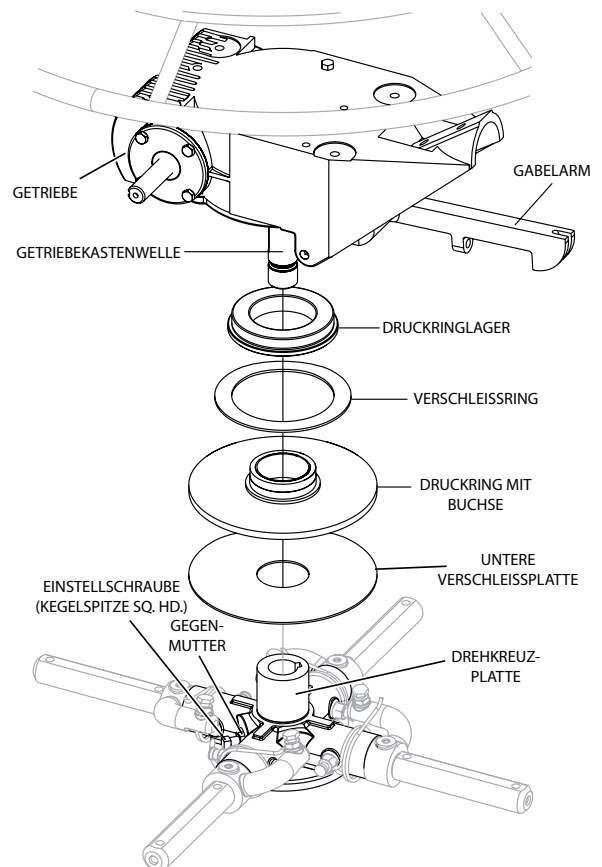

Abbildung 51. Drehkreuzausbau
1. An der Seite der Drehkreuzbaugruppe befindet sich eine Einstellschraube mit Kegelspitze und Vierkantkopf, an der eine Gegenmutter befestigt ist (Abbildung 51).